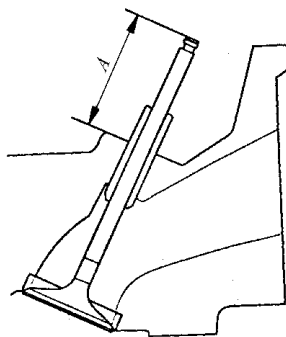

图 2-124 测量气门座安装高度
- 7) 将进气门和排气门插入缸盖中，并测量气门挺杆的安装高度 A，如图 2-124 所示。排气门挺杆安装高度：标准值： $46.1 \sim 46.5\text{mm}$ ；维修极限： 46.8mm 。排气门挺杆的安装高度：标准值： $46.2 \sim 46.6\text{mm}$ ；维修极限： 46.9mm 。